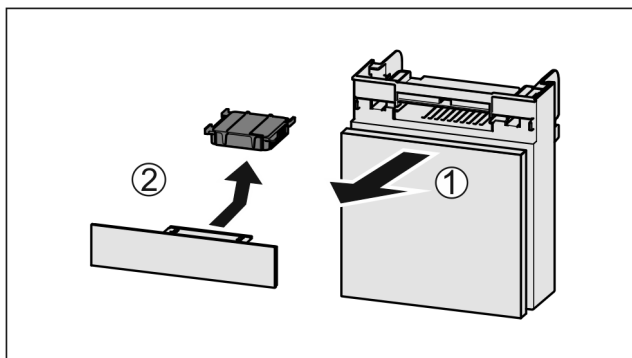

Fig. 137
- Lade vanaf de voorkant eruit trekken Fig. 137 (1).
- Actievekoolfilter verwijderen Fig. 137 (2).